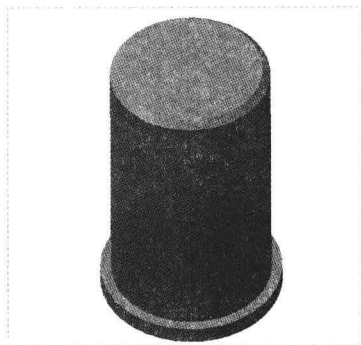

图 8-29 图形文件
Step 01 按【Ctrl+O】组合键, 打开图形文件, 如图 8-29 所示。